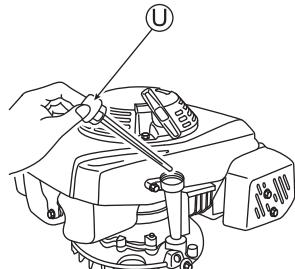

Fig. 8
- 1 Enlevez le bouchon du réservoir à huile (U), sortez l'indicateur de niveau d'huile, et insérez-le sans le visser. (Voir Fig. 8)